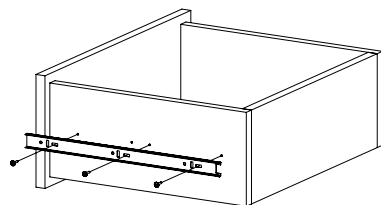

Рис.10
10. Закрепите внутренние планки направляющих на деталях 9 и 10 шурупами 3,5х16 (Рис. 10).